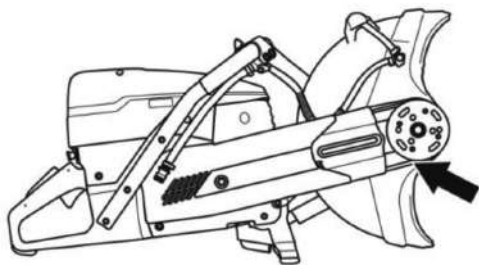

Рис. 55
3. Снимите ремень со шкива, а затем и головку (рис.55).